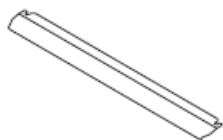

Figura 26
1. Aparatul este prevăzut cu un deflector (figura 13) care protejează împotriva căldurii panoul de comandă și butoanele atunci când este utilizat grillul cuptorului (Figura 26).